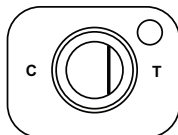

Fig. 1c. Nulo
5. **Resultado no válido:** Se observa una sola línea en el lado del test ("T") de la *Ventana de reacción* o no se observan líneas en la *Ventana de reacción* (Fig. 1c, 1d). El resultado del test no es válido si no se encuentra presente una línea de control al terminar el periodo de reacción.